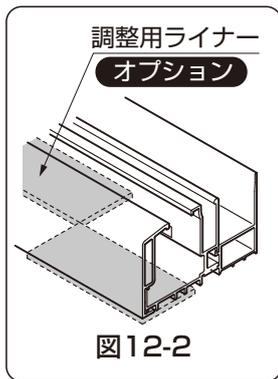

図12-2
- プラスの寸法分下レールの下に下レール調整用ライナー **オプション** を入れないと下レール回転ブレードがパネルに届かず、十分な止水性能が得られないおそれがあります。(図12-2参照)